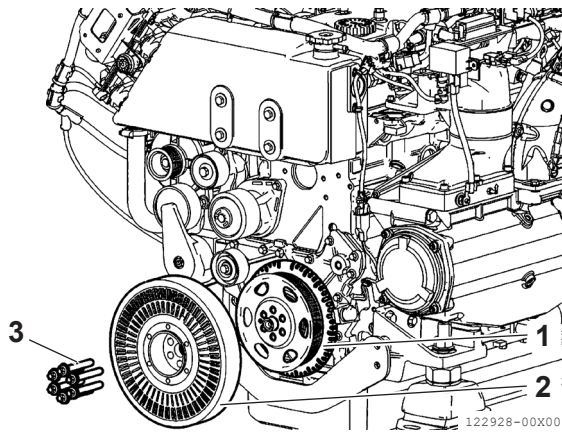

Bild 22
2. Skruva loss skruvarna (**bild 22, (3)**) och ta bort dämparens svänghjul (**bild 22, (2)**) från remskivan (**bild 22, (1)**). Låsverktyget för motorns svänghjul kan göra det lättare att ta bort dämparens svänghjul (**bild 22, (2)**) som är monterat på remskivan (**bild 22, (1)**).
Byt ut dämparens svänghjul (**bild 22, (2)**) mot ett nytt.
Skruva fast fästskruvarna (**bild 22, (3)**) och dra åt dem till angivet moment.
Dämparens svänghjul (6 skruvar M12 × 1,25 × 78,5) (Bild 22, (3))	1. Föråtdragning med momentnyckel 50 ± 5 N·m 2. Åtdragning till 90° vinkel